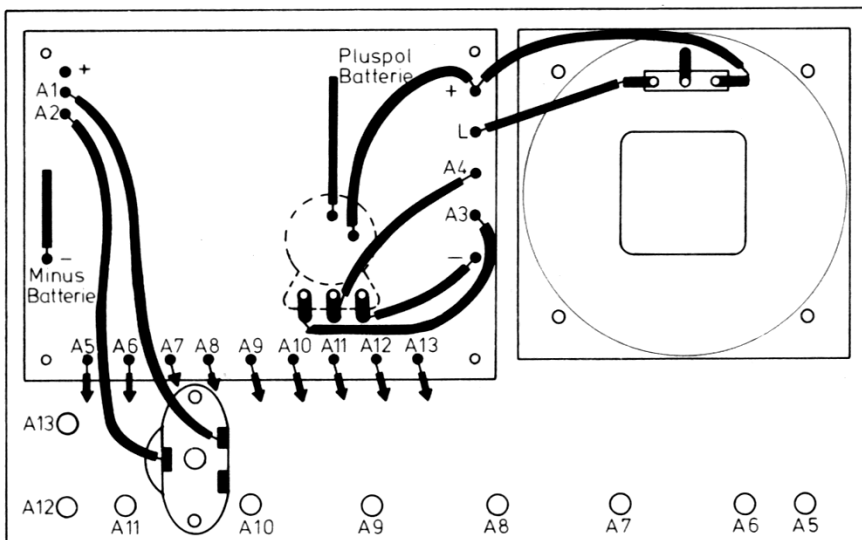

Abb. 34
Alle Bauelemente im Gehäuse-Oberteil müssen abschließend noch durch Drähte verbunden werden. Außerdem führen zwei Leitungen zu den Batterien im Gehäuse-Unterteil. Die Abb. 34 zeigt, welche Anschlußpunkte miteinander zu verdrahten sind. Die Befestigung der Drähte erfolgt wieder durch Löten.
1. An die Zuleitung vom Minuspol (linker Lötanschluß auf der Printplatte) wie aus Abb. 34 ersichtlich ist.
2. An den oberen Schalteranschluß des Potentiometers (Abb. 34).